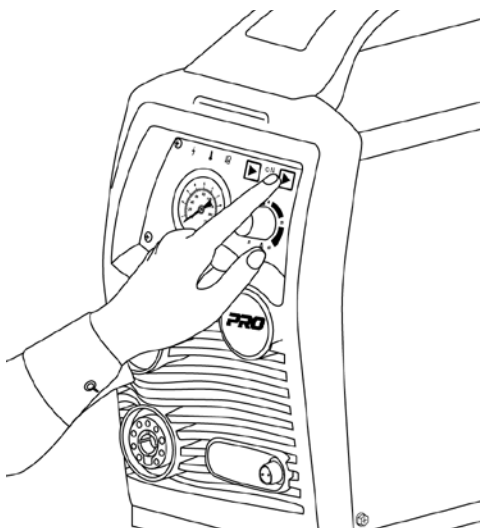
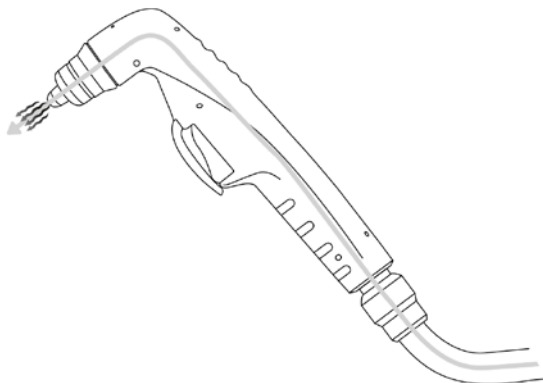

Рис. 8.11. Проверка рабочего давления.
Рис. 8.12. Плазматрон.
**3.** Проверьте рабочее давление (См. рис. 8.11). Нажмите на кнопку плазмотрона: пойдет подача сжатого воздуха без образования дежурной дуги (См. рис. 8.12).